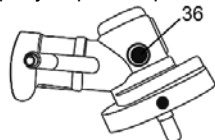

Рисунок 13
- за допомогою шестигранного ключа розміром 5 мм відкрити сервісний гвинт (36, рисунок 13);